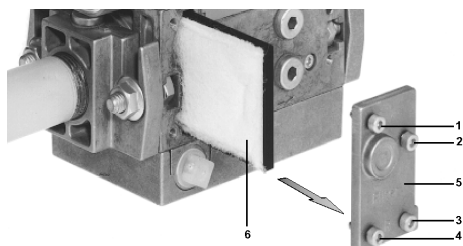

Рис. 61
- 2 Отвинтите винты 1 ÷ 4 шестигранным ключом № 3 и снимите крышку фильтра 5 на Рис. 61.